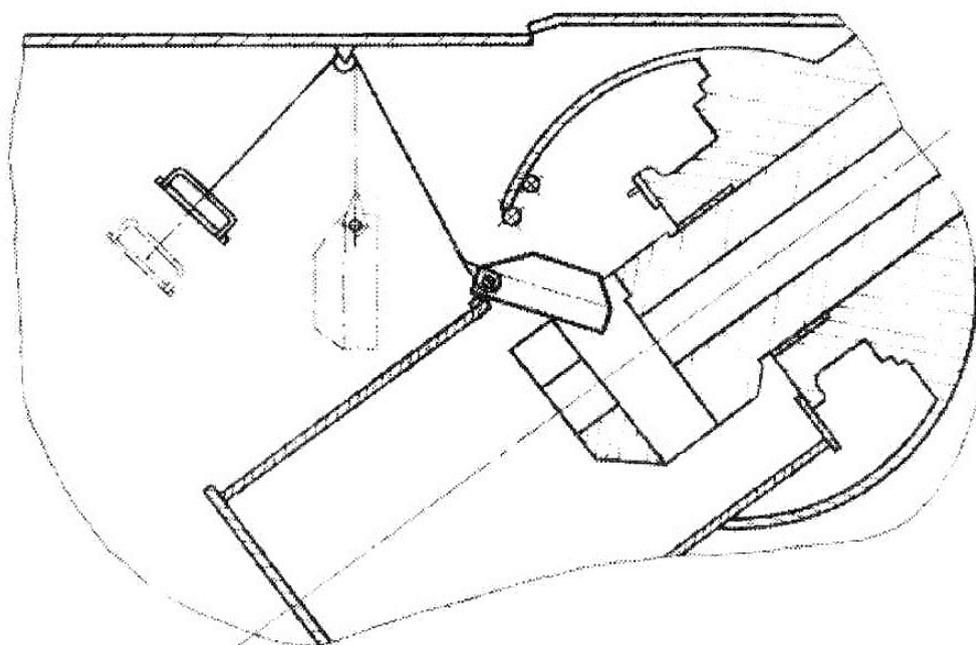

Рис. 2.5. Перемещение клина в боевое отделение
- натянув трос через ролик башни (рис.2.5), полностью вынуть клин из гнезда и уложить его на подготовленное место для разборки;